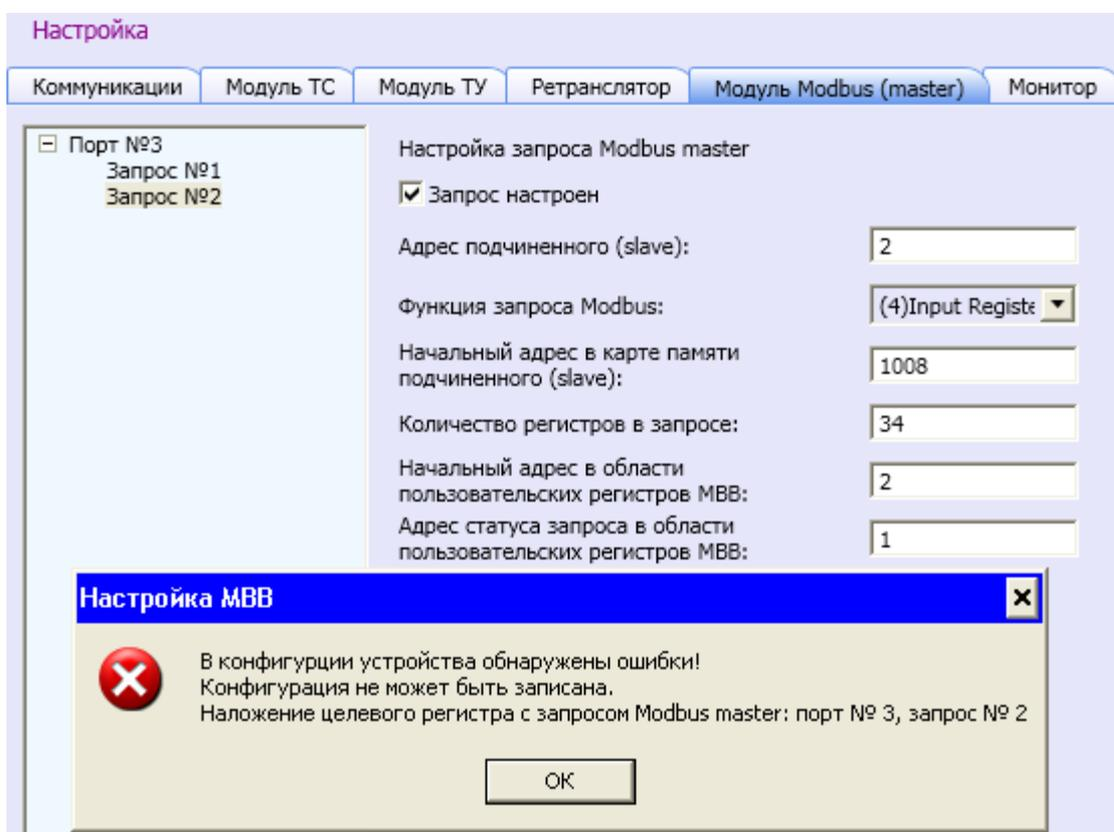
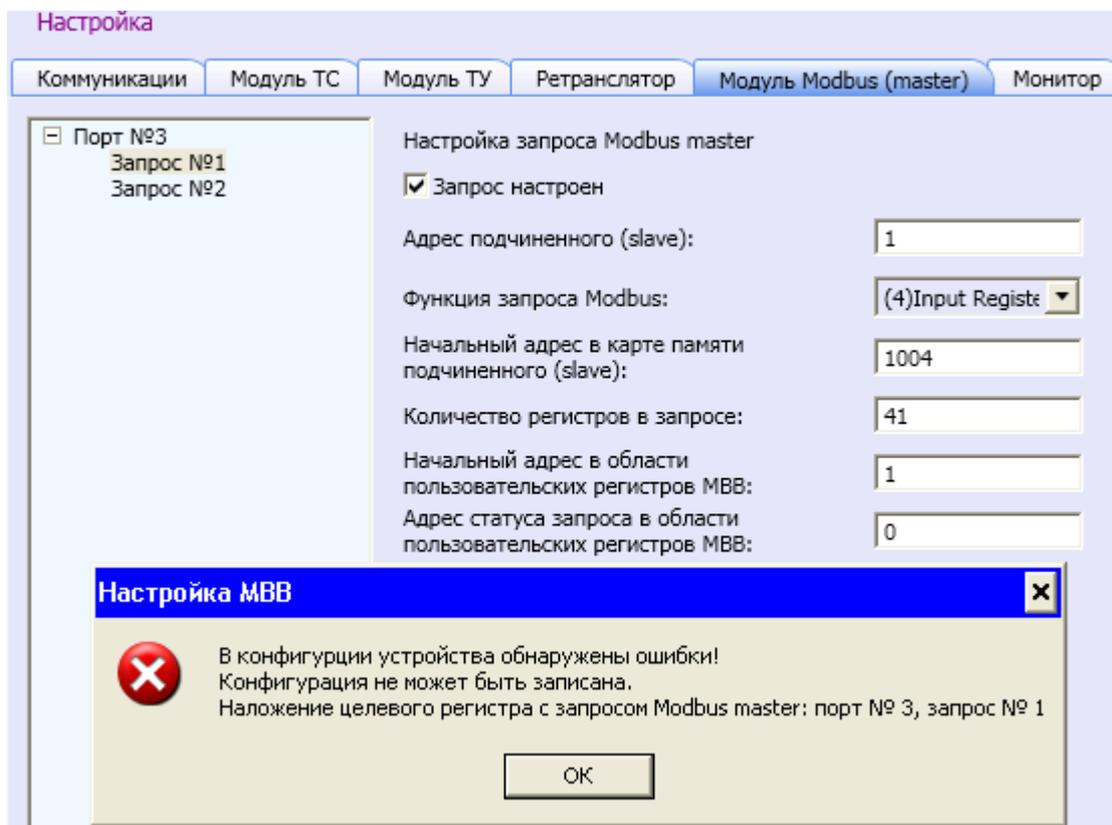

Рисунок 23. Ошибки при наложении адресов в карте пользовательских регистров.
Рисунок 24. Ошибки при наложении адресов в карте пользовательских регистров.
Наложение адресов может быть вызвано перекрытием областей записи данных от запроса №1 и запроса №2 (рисунок 23), либо же перекрытием области записи данных из какого-либо запроса и области регистров назначения при настройке маршрутов ретрансляции (рисунок 24).
**Примечание.** При составлении таблицы маршрутизации необходимо учитывать то, что первые N регистров уже ретранслируются с МТЕ. Как видно на рисунке 27 N=9 (строка с номером 0 не учитывается — адрес 0 статус запроса к МТЕ: задается в «Адрес статуса запроса в области пользовательских регистров» (см. рисунок 24), отсчет начинается со строки 1 — задается в «Начальный адрес в области пользовательских регистров» (см. рисунок 24)). Значение N задается в «Количество регистров в запросе» (см. рисунок 24). А последующие регистры можно ретранслировать с любой области карты памяти (приложение 1, таблица 7), а также с области пользовательских регистров первых N штук забранных с МТЕ. **Пример.** Если надо переложить ток Ia от МТЕ (в нашем примере регистр 8), то, как например, в строке 9 в «Регистр назначения» написать 9, а в «Регистр источник» написать 8, «Количество настроенных маршрутов» написать 1.